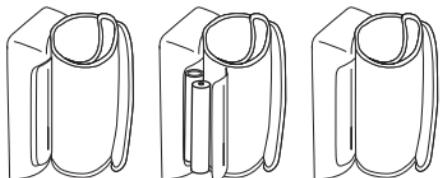

Fig. 1
- Aprire il coperchio del vano porta batterie posto sulla parte inferiore dell'apparecchio (vedi fig. 1). Inserire le batterie (vedi capitolo 12 "Dati tecnici") prestando attenzione alla polarità ("+" e "-"). Richiudere il coperchio del vano porta batterie.